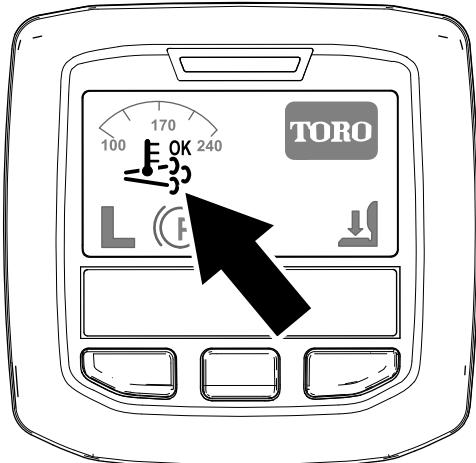

Bild 33
- Das Symbol für die unterstützte bzw. Rücksetzen-Regenerierung im InfoCenter angezeigt (Bild 33).